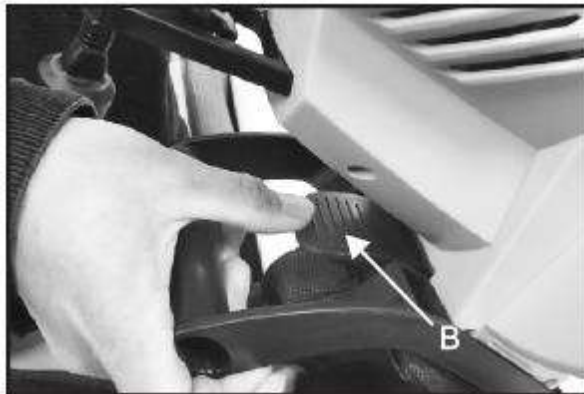

Bild 3B
1. Drücken Sie den Griff mit Feder (B), um die Beutel zu lösen. (Bild 3B)